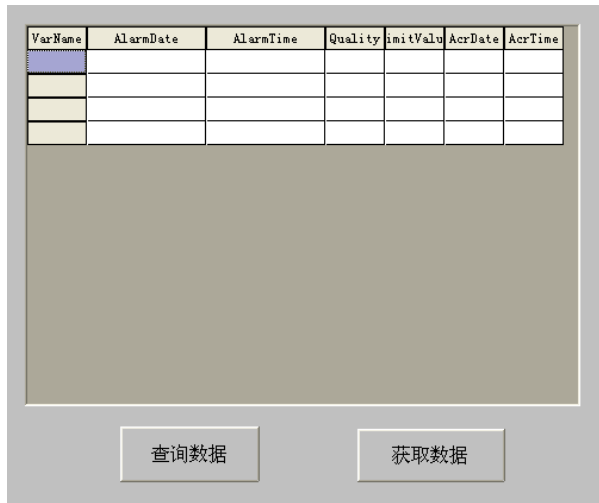

图 23.59
3. 数据源连接完成后，单击“确定”按钮返回组态王 7.0 开发系统，选定的字段将会在控件标题栏中显示。然后在界面上新建两个按钮，查询数据和获得数据，并分别将它们的“动画连接\命令语言连接\弹起时”设置为 `Ctrl1.QueryDialog()` 和 `Ctrl1.FetchData()`，其中 `Ctrl1` 为控件名。如图 23.59 所示。